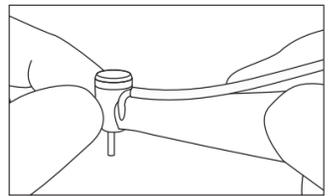

図6
- ハンドピース停止後、ヘッド部に異常な発熱がないことを直接手で触って確認してください(図6)。